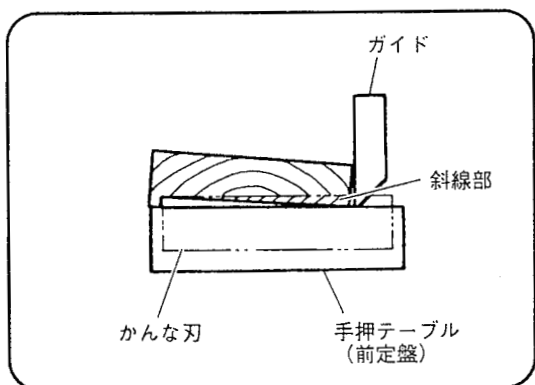

図 16
- (3) 次に図 16 の斜線部を切削してご希望の寸法の傾斜にします。